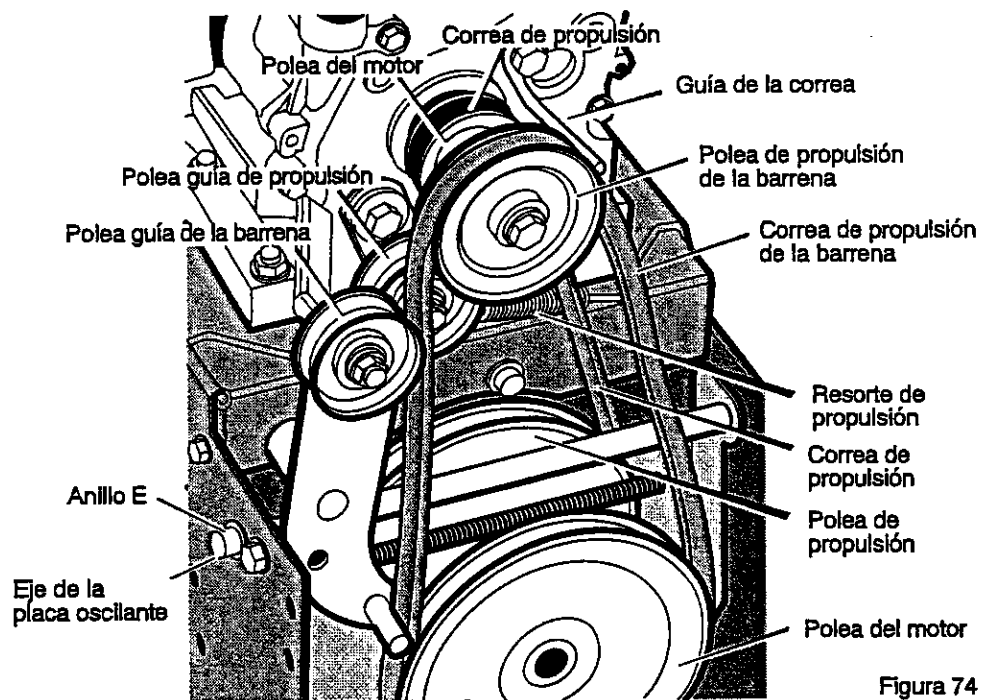

Figura 74
3. Afloje la tuerca de la polea guía de la barrena y mueva esta última hacia la correa un octavo de pulgada aproximadamente (3 mm) (Figura 74).
5. Afloje la guía de la correa. Separe la guía de la polea de propulsión de la barrena (Figura 74).
9. Quite la antigua correa del propulsor de la barrena de la polea del propulsor de la barrena. Cambie la correa del propulsor de la barrena por una correa de repuesto original de fábrica disponible en un centro de servicio autorizado (Figura 74).
3. Quite el anillo E de uno de los extremos del eje de la placa oscilante. Quite este eje para que la placa oscilante gire hacia adelante (Figura 74).